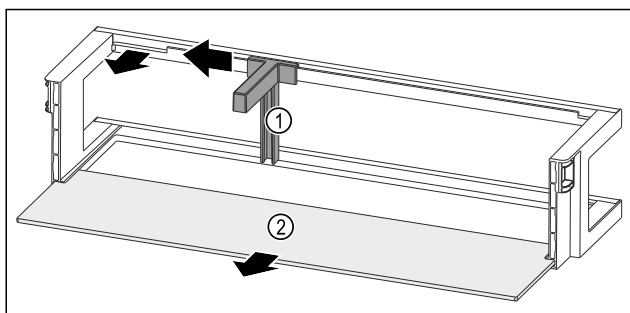

Fig. 276 Дверная полка с держателем для бутылок и съемной полкой
- ▶ Сместите держатель для бутылок Fig. 276 (1) до выемки в сторону.
- ▶ Извлеките держатель для бутылок Fig. 276 (1).
- ▶ Извлеките съемную полку Fig. 276 (2).